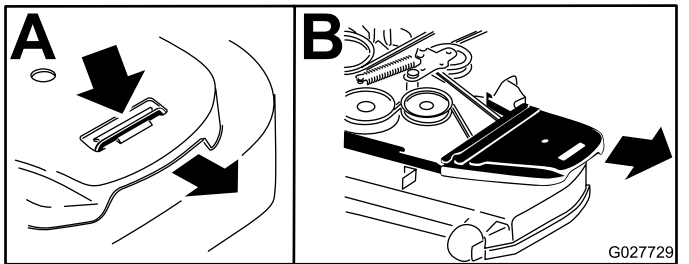

Figura 72
5. Togliete il paracinghia in plastica (Figura 72).
6. Togliete i copricinghia (Figura 72).